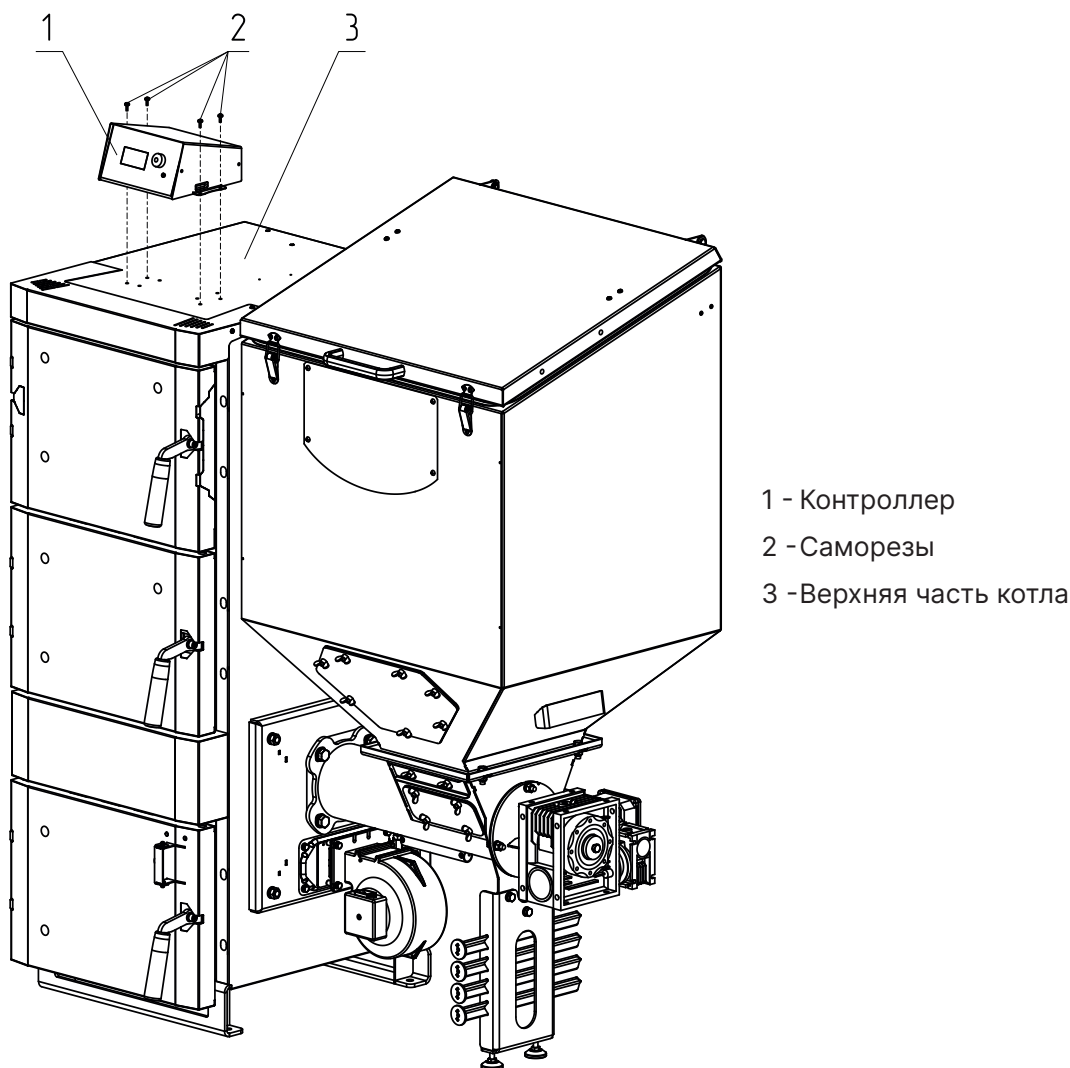

Рис.12 Монтаж контроллера для котлов до 60 кВт
2. Зафиксируйте контроллер (**Рис.12, поз.1**) на верхней части котла (**Рис.12, поз.3**) саморезами (**Рис.12, поз.2**).
3. Проложите провода (питание мотор-редуктора, питание вентилятора, датчик температуры шнека) от контроллера (**Рис.12, поз.1**) к механизму подачи и зафиксируйте их стяжками при помощи клипс, которые фиксируются на корпусе котла в отверстиях под крепление кабелей (**Рис.2, поз.29**).